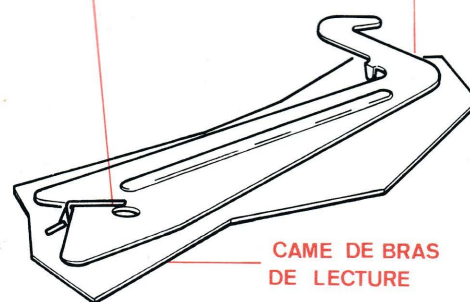

Fig. 3
- 7° - Fixer le coulisseau de friction (4) sur la came de bras de lecture (2) à l'aide de l'anneau d'arrêt (14).
- 8° - Placer ensuite le levier (5) comme indiqué à la figure 3.
- 9° - Mettre l'ergot (12) de la came de bras de lecture dans l'ouverture (11) et dans le chemin de distribution de la came de vitesses (9) avant de la placer dans la rainure (8) et sur l'axe pivot (10).